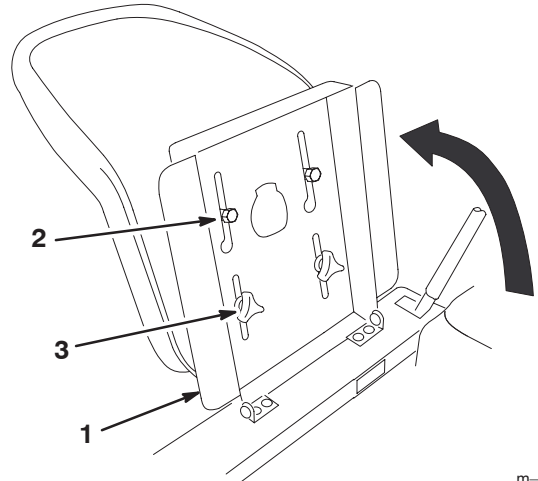

Figure 12
- Soulevez le support du siège sur la machine (Fig. 12).
- Engagez les boulons à épaulement au bas du siège, dans les fentes du support (Fig. 12).
- Fixez le siège à son support à l'aide des rondelles plates (5/16 pouce) et des boutons (Fig. 12).